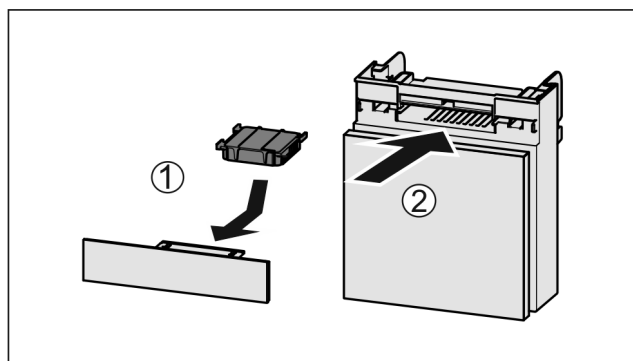

Fig. 63
- ▶ Поставете Fig. 63 (1) филтъра с активен въглен, както е показано на фигурата.
- ▶ Вкарайте Fig. 63 (2) отделението.